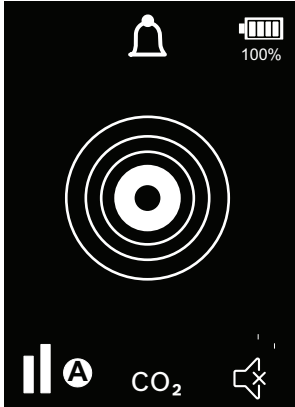

Fig. 11 : Indication de l'alarme avec le son coupé (affichée en mode automatique)
- ! Quand l'alarme est coupée, une icône de cloche et l'indicateur de taille relative de la fuite s'affiche lorsque le fluide frigorigène (CO₂) est détecté (voir Fig. 11 et Fig. 12 point 12c).